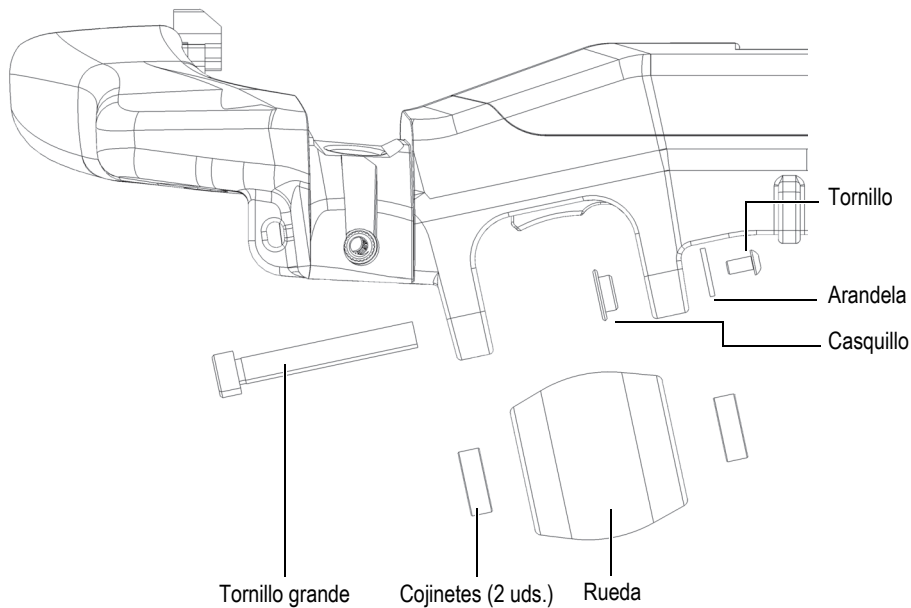

Figura 5-2 Extracción de piezas: piezas
2. Retire la rueda y tenga cuidado con el casquillo al interior ya que puede caerse (ver Figura 5-2 en la página 80).
3. Antes de instalar la nueva rueda, asegúrese de que los cojinetes estén instalados en cada lado, de manera que el casquillo sea introducido en el orificio más central y la arandela lo esté en el tornillo pequeño, tal como se muestra en la Figura 5-2 en la página 80.